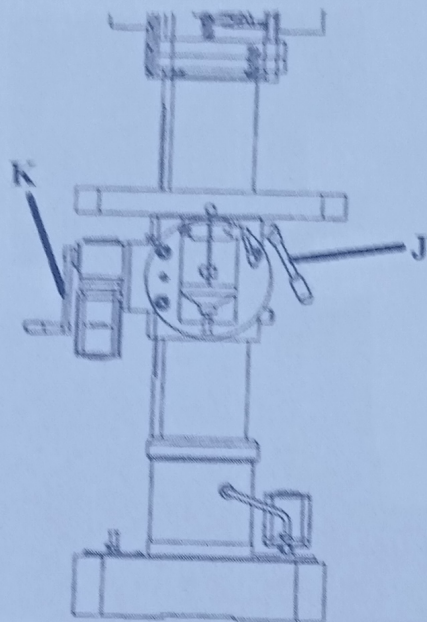

Рис. 12.
5.6.4. Наклон стола (рис. 12).
Для сверления заготовок под определенным углом, на станке предусмотрен наклон стола в диапазоне $\pm 45^\circ$. Для наклона стола необходимо ослабить 2 винта (рис. 12) повернуть стол на необходимый угол и зафиксировать винтами (J).
5.6.5. Подъем стола (рис. 12).